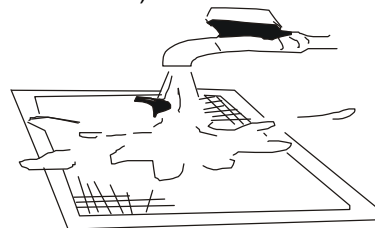

Fig. 2
- El lado de la entrada de aire debe estar hacia abajo cuando se use agua. (Ver Fig. 2)